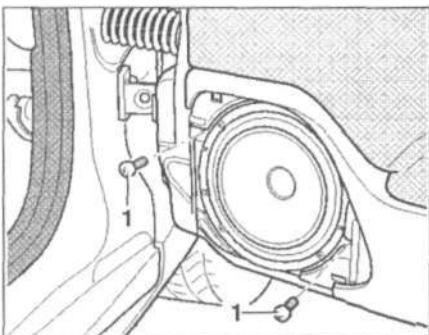

Рис. 13.30. Выкрутите винты 1 крепления динамика.
2. Выкрутите винты 1 крепления динамика (рис. 13.30).